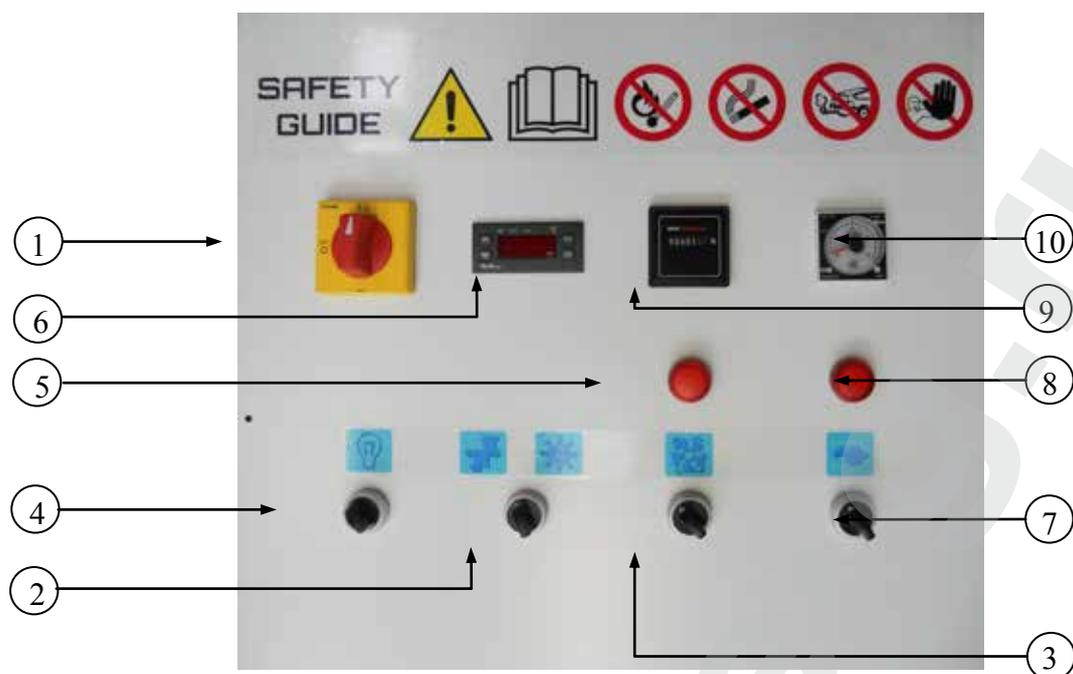

Рис. 2.3.1
Поместите автомобиль в камеру, заземлите его, подойдите к панели управления (см. **рис. 2.3.1.**) и выполните следующие действия:
- 3) Отключите систему, повернув главный выключатель (поз. 1 на рис. 2.3.1.) на электрической панели управления.